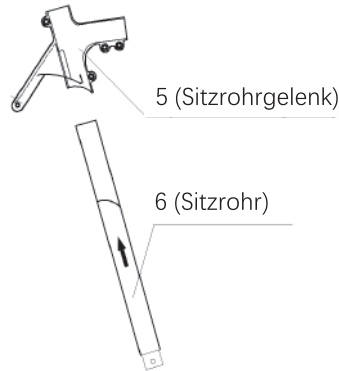

Abb. 10-1
- b. Setzen Sie Teil 6 in Pfeilrichtung in Teil 5 ein, wie in Abb. 10-1 gezeigt.